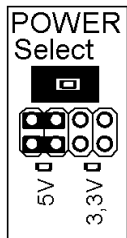
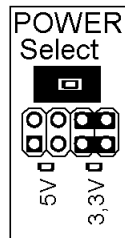

Bild 1
Bild 2
- POWER Select muss je nach verwendetem UNIGATE IC auf 5V (Bild 1) oder 3,3V (Bild 2) gejumpert werden!
UNIGATE IC-PBDPV1-5V : POWER Select = Bild 1 und Bus Select auf „1“
UNIGATE IC-PN-3,3V : POWER Select = Bild 2 und Bus Select auf „8“